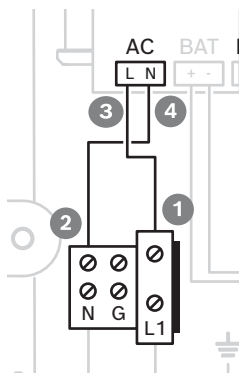

Abbildung 3.2: Anschlüsse der LED-Anzeige
4. Schließen Sie das einzelne braune Kabel an Position 3 an, die mit einem L (Abbildung 3.2) gekennzeichnet ist.
5. Schließen Sie das andere Ende des braunen Kabels an Position 1 an (Abbildung 3.2).
6. Schließen Sie das einzelne blaue Kabel an Position 4 an, die mit einem N gekennzeichnet ist (Abbildung 3.2).
7. Schließen Sie das andere Ende des blauen Kabels an Position 2 an (Abbildung 3.2).
2. Schließen Sie den Nullleiter an Klemme N an (Abbildung 3.2).
3. Schließen Sie die Phase an Klemme L1 an (Abbildung 3.2).